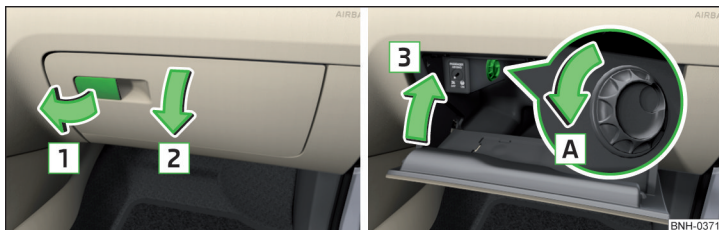

Fig. 77 Abrir el compartimento guardaobjetos / cerrar el compartimento guardaobjetos y abrir el suministro de aire
- ▶ Tire del tirador en el sentido de la flecha **1** » fig. 77.
- ▶ Gire la tapa en sentido de la flecha **3** hasta que se oiga que encastra » fig. 77.
- ▶ Girando el interruptor rotativo en sentido de la flecha **A** hasta el tope se abre » fig. 77 el suministro de aire.